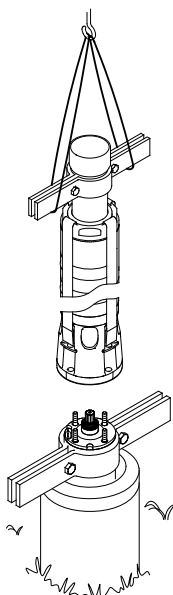

Fig. 19 Lyft pumpen på plats
3. Lyft pumpdelen i rörklammorna monterade på utloppsroret, se fig. 19.